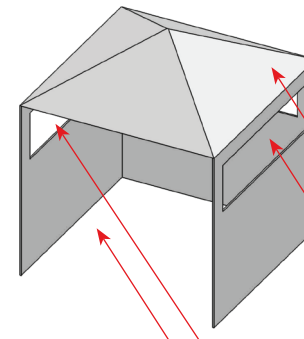

Fig. 4
- Un aparato se considera que está en exteriores si está instalado con un refugio no más inclusivo que dentro de un recinto parcial que incluye una cubierta en la parte superior y tres paredes laterales, siempre que el 30% o más de la periferia horizontal del recinto esté permanentemente abierto. (Fig. 4 & Fig. 5)